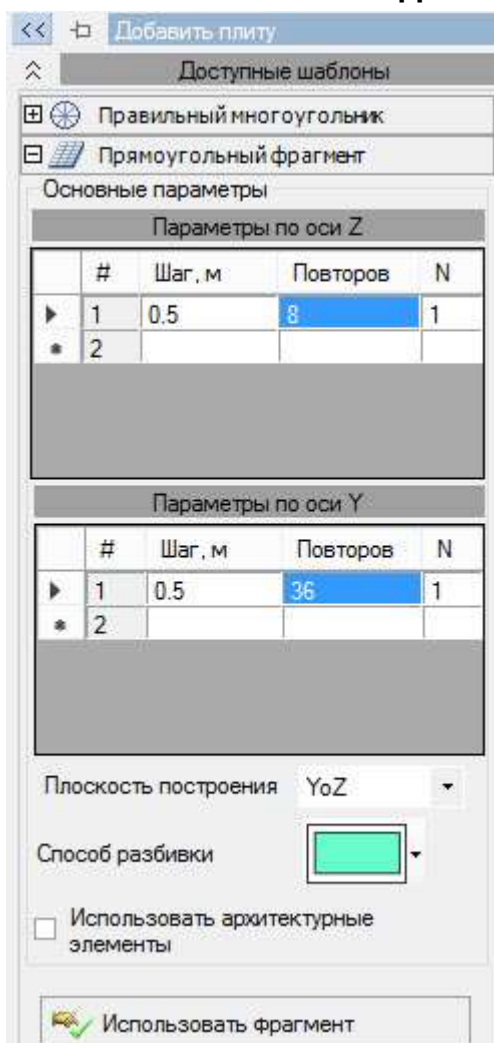

Рис. 3.6 Параметры плиты
- Раскройте вкладку «Прямоугольный фрагмент» и задайте следующие параметры (Рис. 3.6):